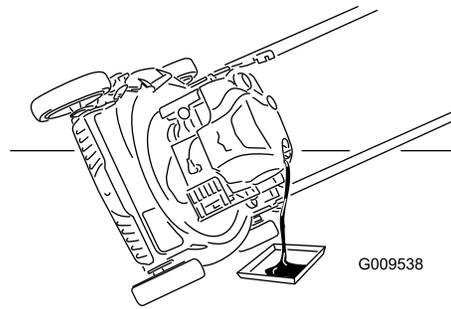

Figure 26
3. Inclinez la tondeuse sur le côté (filtre à air vers le haut) pour vidanger l'huile usagée par le goulot de remplissage (Figure 26).
4. Versez de l'huile **lentement** dans le goulot de remplissage pour faire monter le niveau de liquide jusqu'au repère **maximum** (Full) sur la jauge (Figure 26). Après avoir fait l'appoint d'huile, patientez 3 minutes avant de contrôler le niveau d'huile avec la jauge. **Ne remplissez pas excessivement.** (Remplissage max. : 0,59 l, type : huile détergente SAE 30 de classe de service API SF, SG, SH, SJ, SL ou supérieure.)